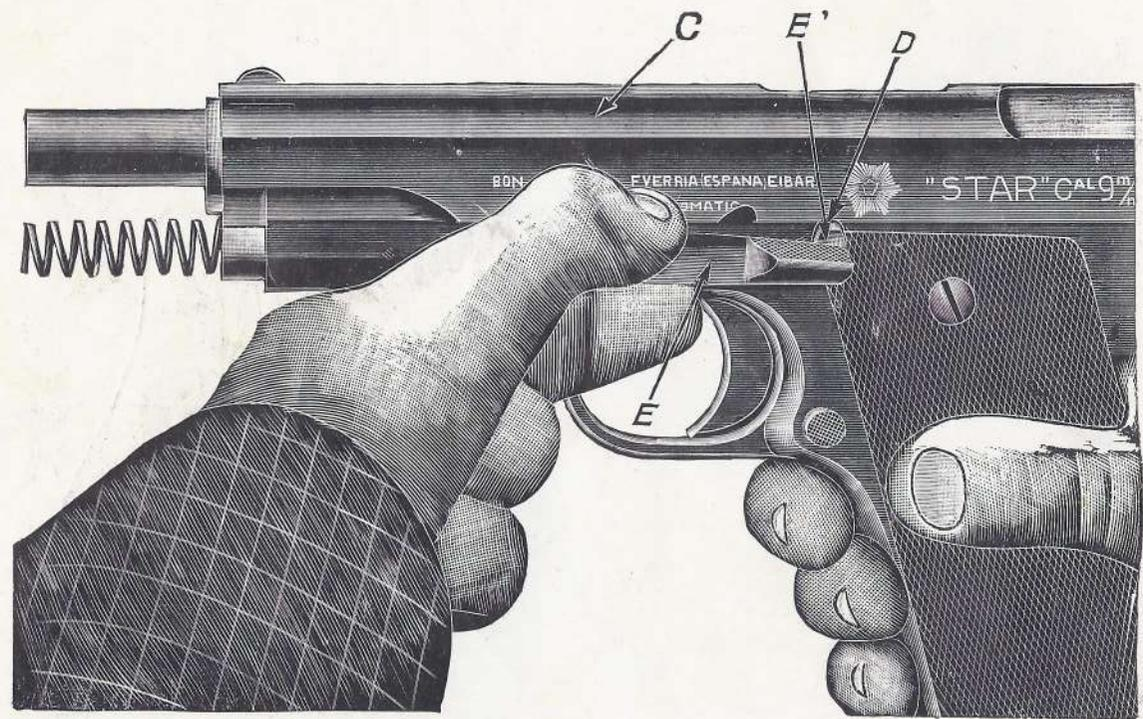

Figura 5.a
3.º Correr hacia atrás el cerrojo **C** hasta que su muesca **D** encuentre el pico **E'** de la palanca **E**; hágase que este pico penetre en la muesca, venciendo la resistencia del freno, en el momento que se extrae la palanca **E**, oprimiendo el saliente que presenta su vástago por el lado derecho de la pistola. (Véase figura 5.ª).